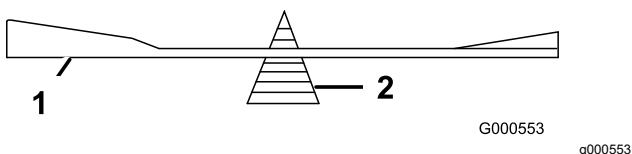

Bild 91
2. Prüfen Sie die Auswuchtung des Schnittmessers auf einer Ausgleichsmaschine (Bild 91).